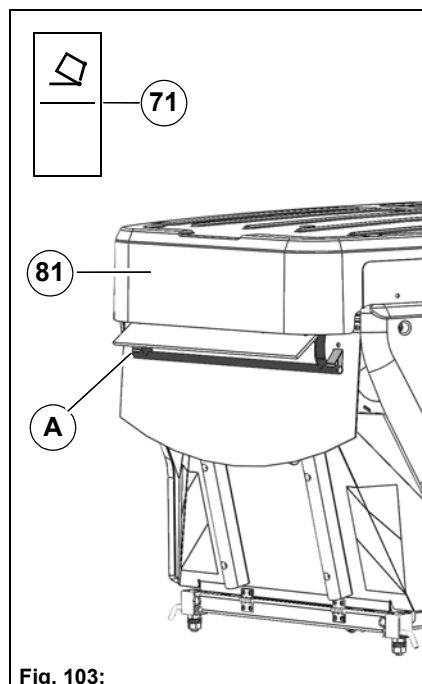

Fig. 103:
3. Avant de vider la cuve à déchets **Fig. 103-81**, ouvrir le système de verrouillage **Fig. 103-A** du couvercle.